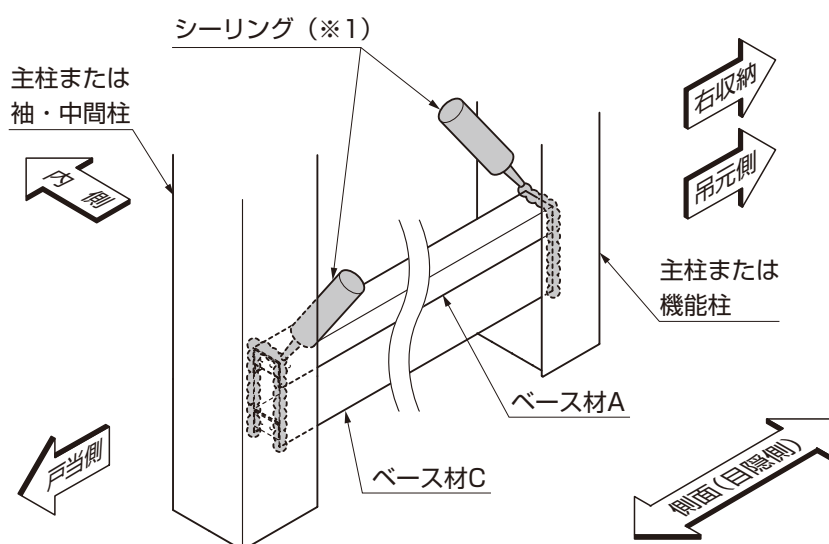

図3-1 ベース材 (折戸パネル)
●側枠上げ下げ窓には外側・内側の向きがありますので確認してください。(図3-1参照)
- ①ベース材にシーリング (※1) をしてください。(図3-1参照)